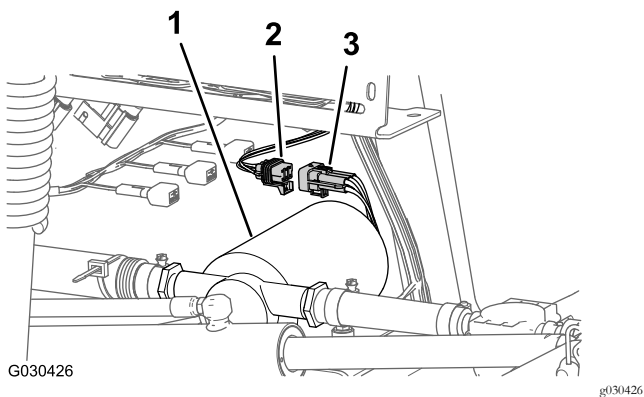

Bild 8
2. Ziehen Sie den 6-Stift-Stecker des Kabelbaums der Spülpumpe vom 6-Buchsen-Stecker des hinteren Hauptkabinenkabelbaums ab (Bild 8).